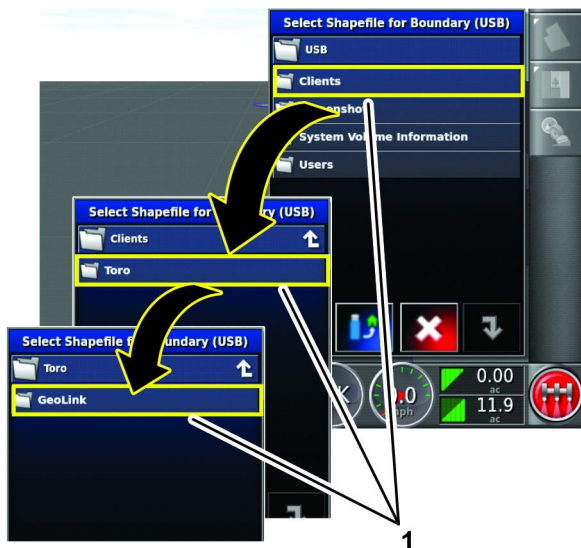

Рисунок 75
7. Нажимайте значки каталогов, чтобы перейти к каталогу GeoLink (Рисунок 75).